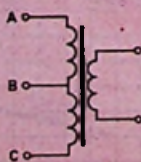

Fig. 10
- c. Bij een balans-uitgangstransformator meet men tussen de punten A en B (zie fig. 10) van de primaire wikkeling een zelfinductie van 5 H.